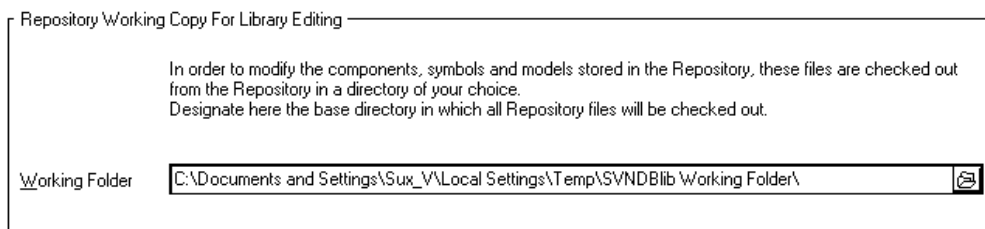

Рис. 12.13. Определение рабочей папки системы контроля версий
3. Редактирование вызываемых из библиотеки схемных символов и моделей посадочных мест выполняется во временной рабочей папке, определенной при настройке ветви **SVN Libraries** в диалоге **DXP Preferences** (рис. 12.13).